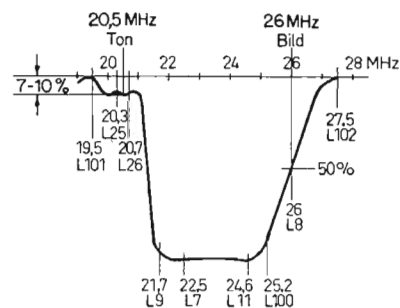
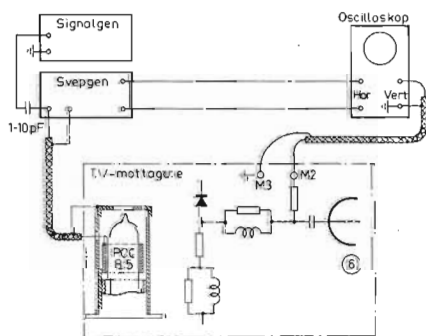

Fig. 5. Frekvenskurva för MF-delen.
Fig. 6. Mätuppkoppling för upptagning av MF-delens frekvenskurva.
- MF-förstärkarens frekvenskurva visas i fig. 5. Vid trimningen användes sveppgenerator (18–30 MHz) helst med inre markeringsfrekvens (18–30 MHz) eller — om sådan saknas — med ansluten yttre markeringsoscillator samt oscilloskop. Mätuppkoppling enl. fig. 6.
- Sveppfrekvensen påtryckes blandarröret via en skärnhuv enl. fig. 6, som påträffas blandarröret i stället för den normala skärmen.
inte ett definitivt giltigt trimningsschema för de olika kretsarna anges. De angivna trimfrekvenserna är således endast att anse som riktvärden, vilka kunna avvika starkt från apparat till apparat. Exempelvis kan ofta kretsarna L7 och L11 sinsemellan byta trimfrekvens. För att erhålla den i fig. 5 angivna MF-kurvan gäller att L7 och L11 skall trimmas ungefär i mitten på bandet. L8 inställs så att vid 26 MHz (bildbörvägen) 50 % av maximalnivån erhålles. L9 inställs så att kurvan vid 21,5 MHz har en höjd mellan 50–70 % av maximalnivån.
- Vid byte av enstaka MF-filter inställs markeringsoscillatoren på denna frekvens, var efter den nyinsatta kretsen trimmas till maximal höjd. Först därefter efterjusteras övriga kretsar enl. pkt 6 och 7 tills kurvform enl. fig. 5 erhålles.
- Kontroll av MF-förstärkaren kan även ske med vanlig amplitudmodulerad signalgenerator. Härvid anslutes specialhuvud enl. fig. 6 direkt till signalgeneratoren. Till bildrörets katod anslutes en växelspanningsrörelsvoltmeter (LF) och MF-kurvan avläses punkt för punkt.